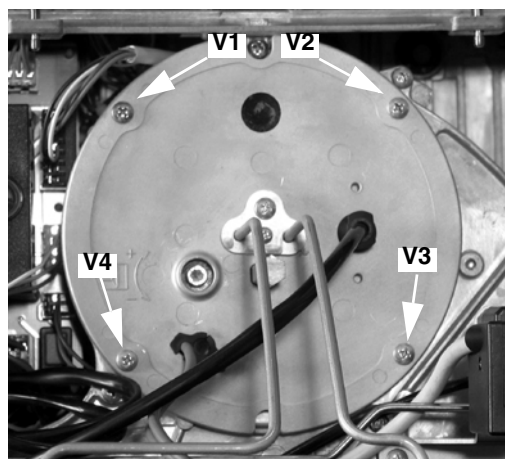

Рис. 24
- Отвинтить 4 винта V1 - V4, указанные на Рис. 24.
- Вынуть головку сгорания с его ложа, как это указано на Рис. 24.